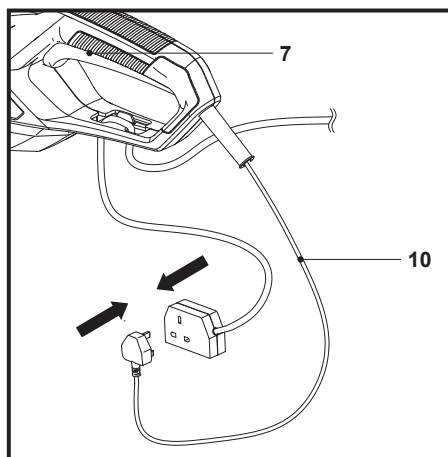

Fig. 3
3. Ligue o cabo de alimentação (10) à tomada do prolongador (Fig.3).